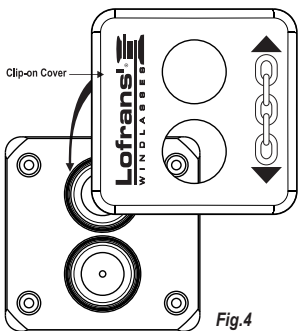

Fig.4
- Solo cuando esté totalmente terminado y satisfecho con el cableado y el posicionamiento de la unidad, sujete el panel frontal / cubierta con un clip. El logotipo de Lofrans debe estar en el lado izquierdo del panel táctil, exactamente como se muestra en la Fig.4